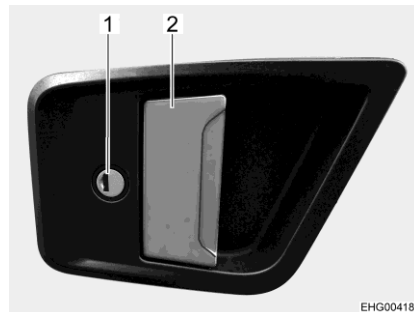
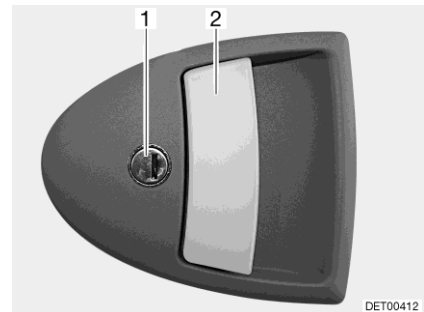

Fig. 51 Serratura della porta (porta di ingresso, lato esterno)
Fig. 52 Serratura della porta, variante (porta di ingresso, lato esterno)
Apertura: ■ Inserire la chiave nel cilindro della serratura (Fig. 51,1 o Fig. 52,1) e ruotare fino a quando la serratura della porta si sblocca.
■ Tirare la maniglia della porta (Fig. 51,2 o Fig. 52,2). La porta è aperta.
Bloccaggio: ■ Inserire la chiave nel cilindro della serratura (Fig. 51,1 o Fig. 52,1) e ruotare fino a quando la serratura della porta si blocca.